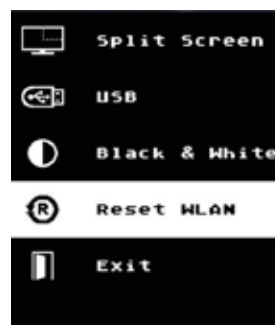

Fig. 20
- ⇒ En el menú principal Split Screen (Fig. 20) o en el submenú Split Screen (Fig. 21), seleccionar el lápiz de memoria.